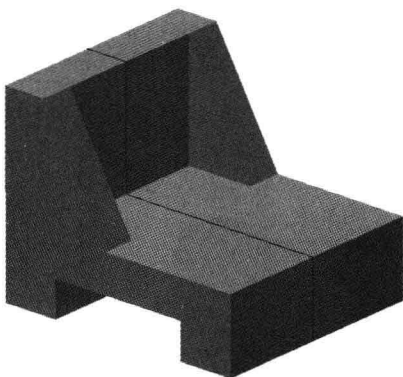

图 4-46 使用横截面创建基准曲线
Step 04 单击“应用并保存在工具中所做的所有更改，然后关闭工具操控板”按钮, 即可使用横截面创建基准曲线，如图 4-46 所示。